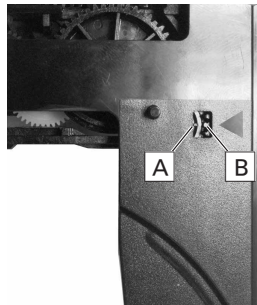

Fig. 11
- Schublade so aufsetzen, dass der mittlere Zahn **ⓐ** (Fig. 11) der Schublade in die markierte Lücke **ⓑ** des Zahnrades greift.
- Fit the tray so that the centre tooth **ⓐ** (Fig. 11) of the tray engages into the marked gap **ⓑ** of the toothed wheel.